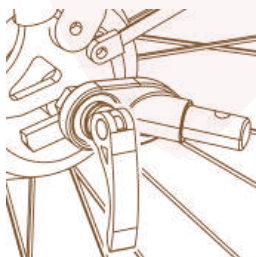

Figura 11
Fissare il ricevitore della barra di traino al telaio principale come illustrato (Figura 11). Premendo il pulsante a molla, far scorrere la barra di traino nel relativo ricevitore finché il pulsante non esce dal foro A. Inserire il perno di sicurezza dal foro B attraverso l'altro lato. Assicurarsi che il perno di sicurezza sia correttamente bloccato in posizione.
- 1. Asse con sgancio rapido:** rimuovere lo sgancio rapido dal lato sinistro dell'asse posteriore della bici. Installare il gancio tra lo sgancio rapido e il telaio. Serrare lo sgancio rapido seguendo il manuale del produttore della bici. Il gancio può rimanere sulla bici quando il rimorchio viene rimosso (Figura 11).